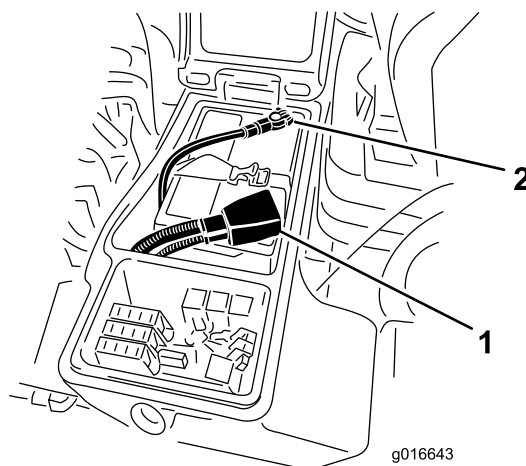

Рисунок 62
6. Подсоедините положительный кабель (красный) к положительной клемме (+), а отрицательный кабель (черный) – к отрицательной (–) клемме аккумуляторной батареи (Рисунок 62).